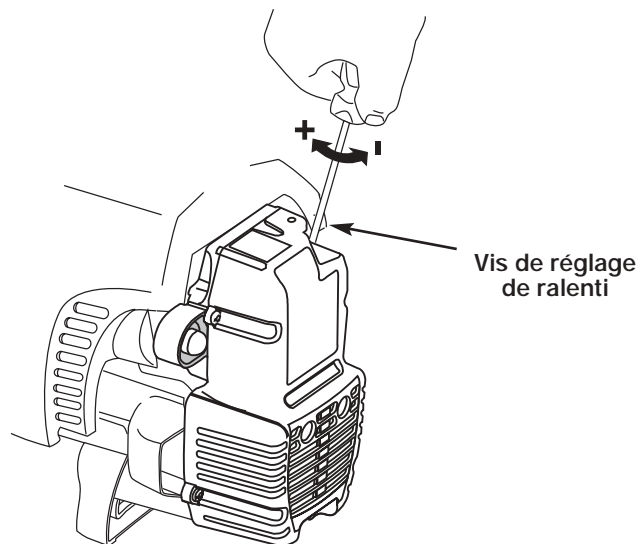

Fig. 23
Le régime ralenti du moteur est réglable par le couvercle du filtre à air/silencieux (Fig. 23).
2. Relâchez le levier d'accélérateur et laissez le moteur au ralenti. Si le moteur s'arrête, insérez un petit tournevis à embout cruciforme dans le trou du couvercle du filtre à air/silencieux (Fig. 23). Vissez la vis de réglage du ralenti de 1/8 de tour à la fois (selon le besoin) jusqu'à ce que le moteur se mette bien au ralenti.